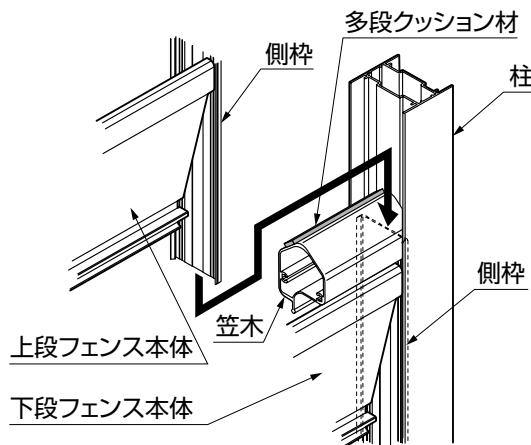

図3-7
- 上段フェンス本体の側枠を下段フェンス本体の笠木と柱の隙間に差込んでください。(図3-7参照)
- ⑤上段フェンス本体を【4-2】(【5-2】)で主柱(端柱)に固定してください。
- ⑥主柱(端柱)に主柱キャップ(端柱キャップ)を差込み、【4-1】(【5-1】)で固定してください。
- 上段フェンス本体の側柵を下段フェンス本体の笠木と柱の隙間に差込んでください。(図3-7参照)
- ⑤上段フェンス本体を【7-2】でコーナー柵に固定してください。
- ⑥コーナー柵にコーナー柵キャップを差込み、【7-1】で固定してください。